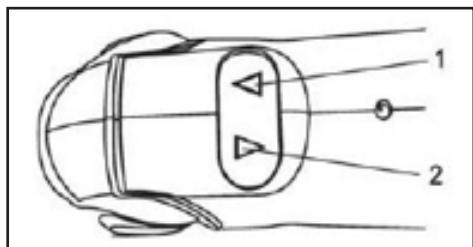

Fig.3
1. Para atornillar, presione el lado derecho del interruptor (1) (Fig. 3). Para apagar el interruptor, suelte el interruptor.
2. Para quitar tornillos, presione el lado izquierdo del interruptor (2)